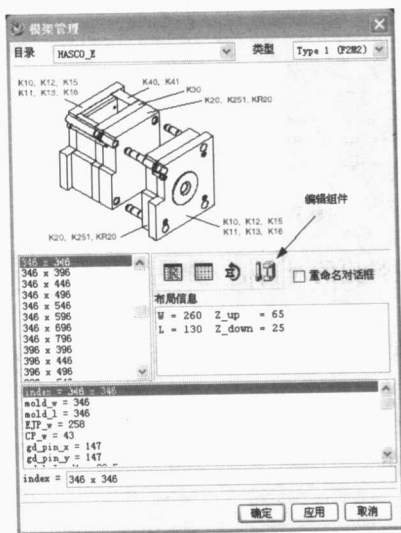

图 1-29 模架管理对话框
③ 单击工具栏“模架”按钮, 然后在模架管理对话框上单击“编辑组件”按钮, 如图 1-29 所示。